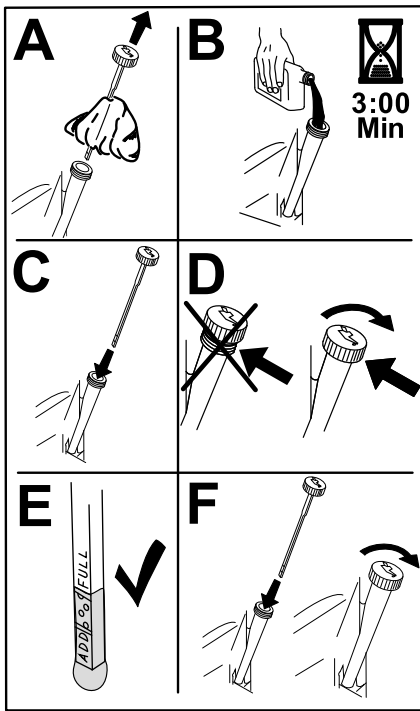

Figura 41
- Vierta lentamente un 80% aproximadamente del aceite especificado por el tubo de llenado, luego añada lentamente el resto del aceite hasta que llegue a la marca de Lleno (Figura 41).